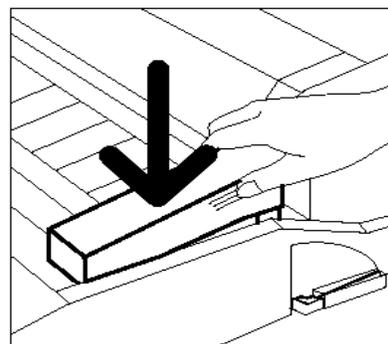

Abb. 40: Fixierölbehälter einsetzen
- 10** Den Behälter in die richtige Position auf dem Papierwegmodul bringen und vorsichtig einsetzen (s. Abb. 40).